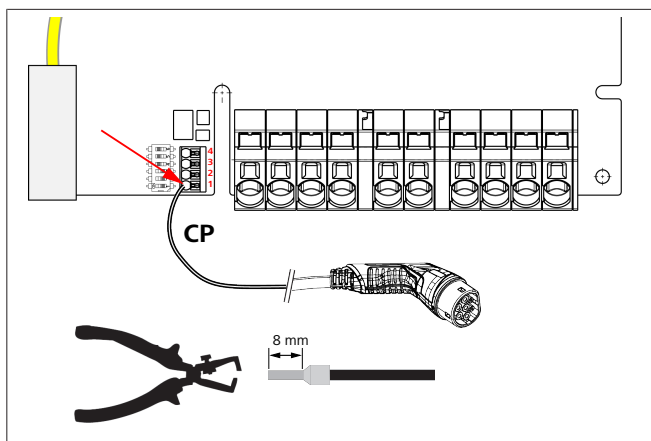

Fig. 7
9. Con l'ausilio del cacciavite a testa piatta (3,5 mm) chiudere le singole estremità del cavo come riportato nell'immagine (Fig. 7) sul blocchetto di serraggio destro con la scritta "OUT".